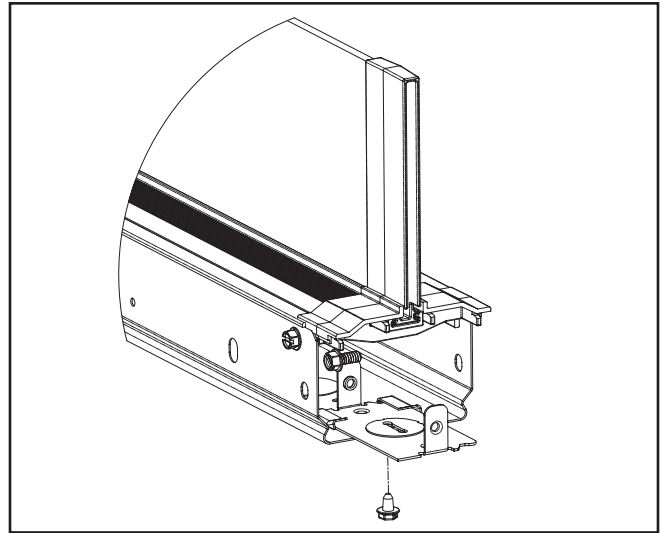

Figura 3.
5. Instale el puente del disipador de calor y el separador de la guía de onda en el extremo del disipador de calor y en la guía de onda como se muestra (figura 3).